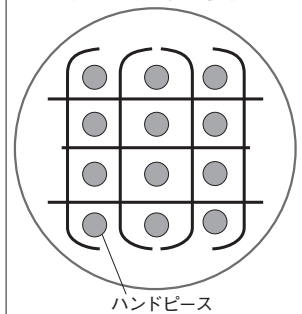

図8
- 3) 仕切り板で仕切られたマス目に被滅菌物を入れます。ハンドピースの場合12本が最大目安です。（図8）